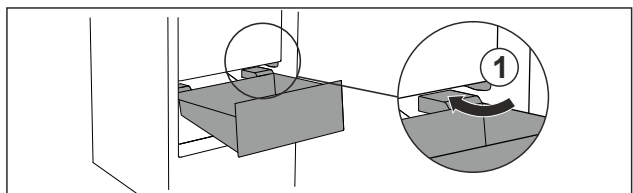

Fig. 137
- ▶ Far passare il cassetto intorno ai fermi Fig. 137 (1) inclinandolo.